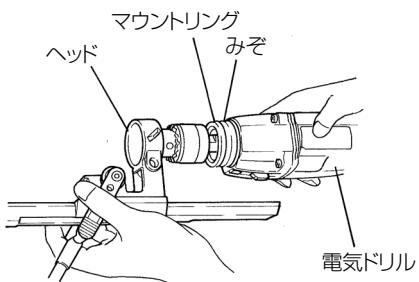

図 7
(3) 図 7 のようにマウントリングの付いた電気ドリルをヘッドの奥までさし込み、取付けます。